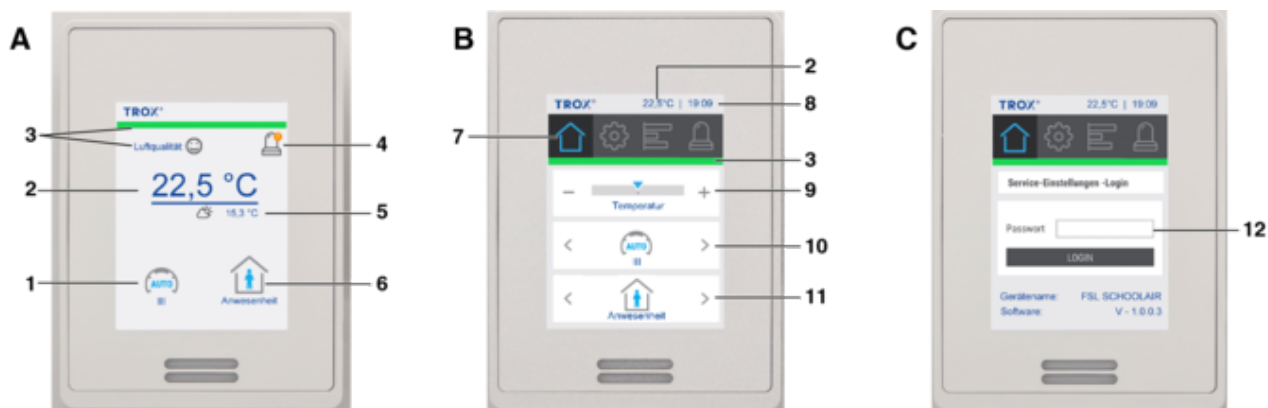

Abb. 42: Digitales Raumbediengerät
<p>Einstellungen</p> <p>Anzeige Geräte-Name (konfigurierbar über Einstellungen) und aktuelle Softwareversion. Passwortgeschützter Bereich zum Zurücksetzen der Filterwechselanzeige und Aktivierung der Ferienschtaltung (Betriebsmodus = Aus).</p> <p>Der Zugriff auf die Einstellungen kann mit einem Passwort (optional) gesperrt sein, (Abb. 42/C).</p> <p>Zur Passworteingabe das Feld „Passwort“(12) anwählen. Mit der eingeblendeten Ziffern-Tastatur das festgelegte Passwort eingeben und mit [Enter] (links unten) bestätigen. Danach [Login] anwählen.</p>